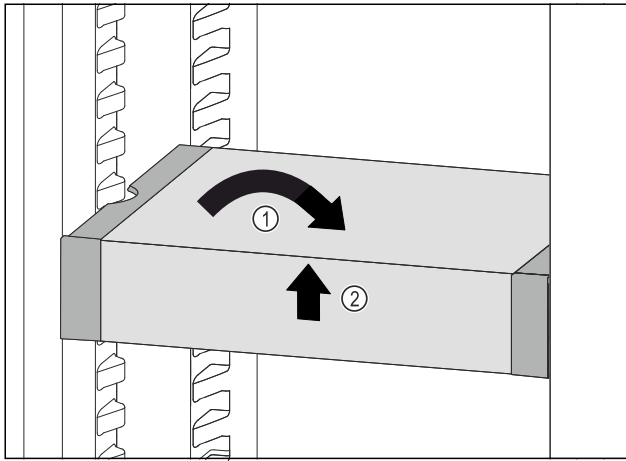

Fig. 60
- ▶ Вирівняти VarioSafe. Fig. 60 (1)
- ▶ Підняти VarioSafe спереду. Fig. 60 (2)